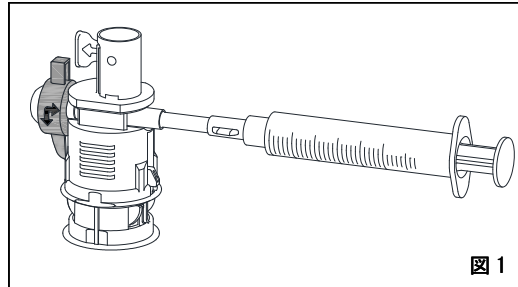

図 1
- \*3. メスコネクタ部にシリンジを接続します(図 1 参照)。